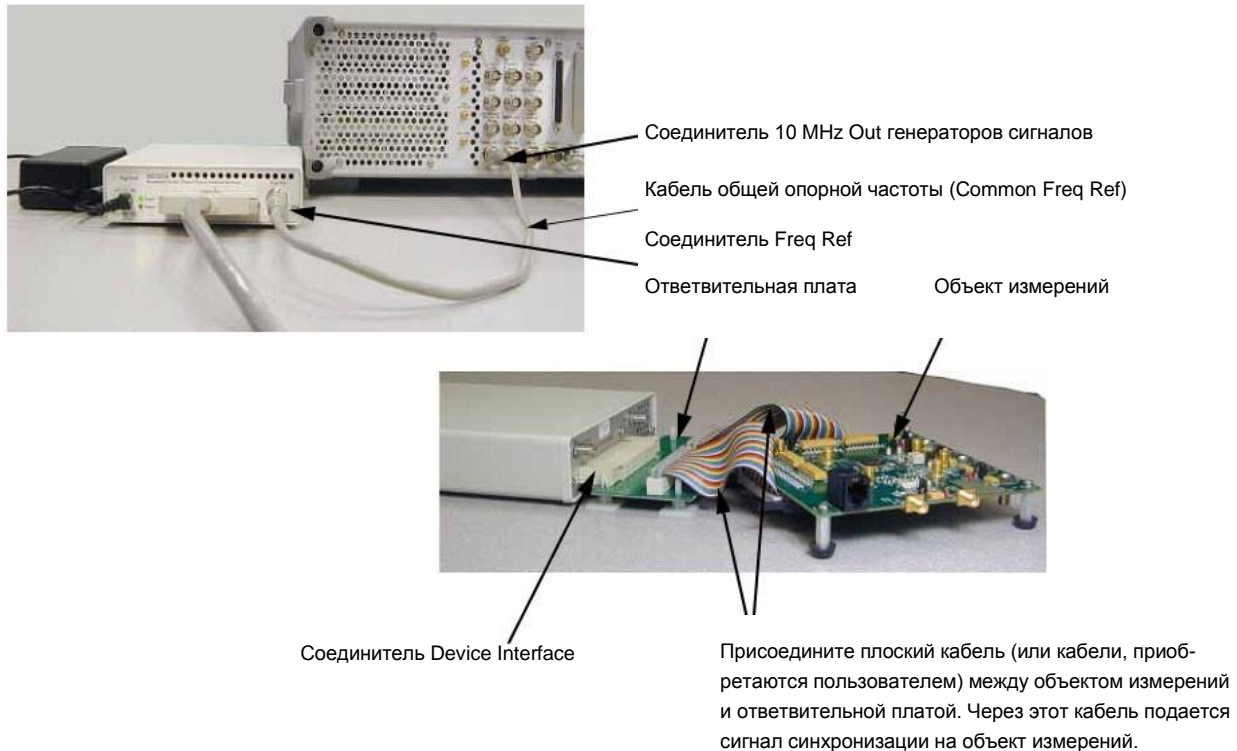

Рисунок 12-8. Пример измерительной системы, использующей источник опорной частоты 10 МГц генераторов сигналов серии PSG
Рисунок 12-3 иллюстрирует существует целый ряд способов обеспечения общей опорной частоты для компонентов измерительной системы (генераторы серии PSG, модуль N5102A и объект измерений). **Рисунок 12-8** показывает пример измерительной системы, в которой генераторы сигналов обеспечивают общую опорную частоту, а модуль N5102A подает сигнал синхронизации на объект измерений.
Если с объектом измерений применяется ответный соединитель Device Interface (Рисунок 12-8) для присоединения соединителя Device Interface и присоединения объекта измерений к интерфейсному модулю. Затем переходите к выполнению процедур, описанных в разделе «Типы данных» или в разделе «Работа с модулем N5102A в режиме вывода».
4. См. Рисунок 12-8. Присоедините ответвительную плату к соединителю Device Interface модуля N5102A.